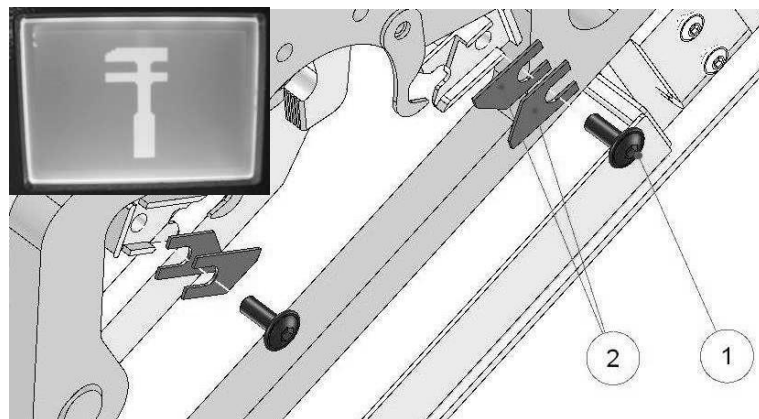

Abb. 19: Abisoliermesser wechseln
- Schrauben (vgl. Abb. 19, Pos. 1) entfernen.
- Abisoliermesser (vgl. Abb. 19, Pos. 2) wechseln.